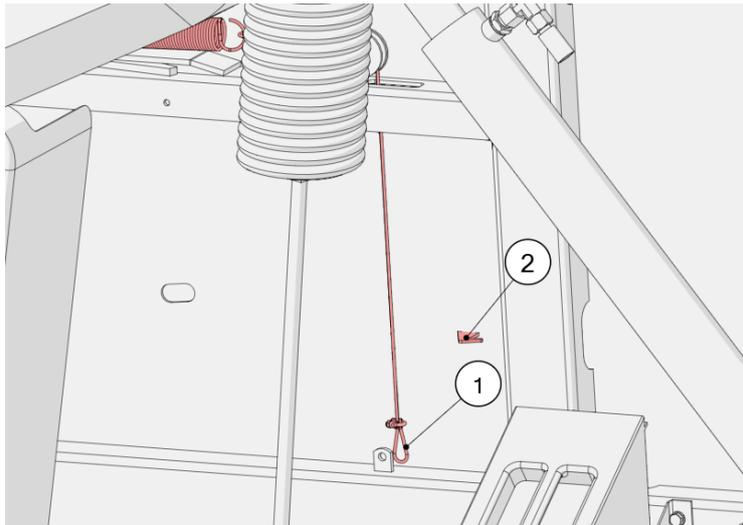

Рисунок 65. Блокировка балансира
- Заблокируйте рычаг балансира, зацепляя тросик (1) за крючок (2), как показано на рис. 65;